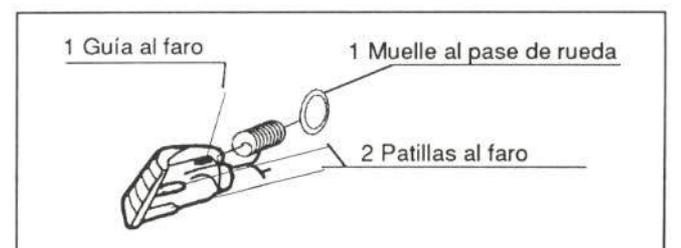

Figura 14.- Fijación de los pilotos
En la figura 14 se presenta su fijación.
- Pilotos delanteros (figura 14).
- Piloto delantero (figura 14).